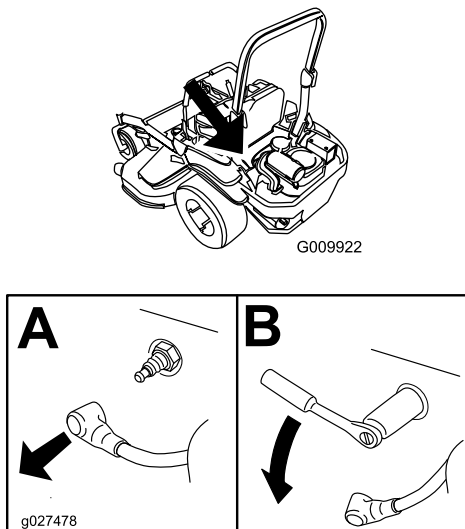

Figura 60
4. Localice y retire la(s) bujía(s), como se muestra en la Figura 60.